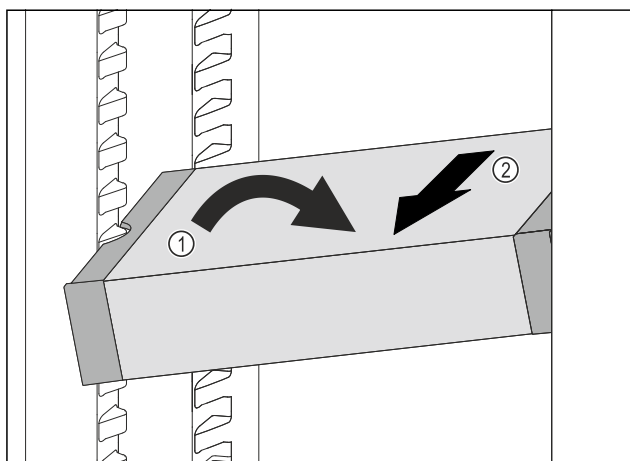

Fig. 111
- VarioSafe postavte v chladničce šikmo. Fig. 111 (1)
- VarioSafe odeberte směrem dopředu. Fig. 111 (2)